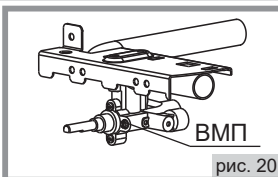

рис. 20
19.3. Настройка регулируемых ВМП горелок стола и духовки (рис. 20).